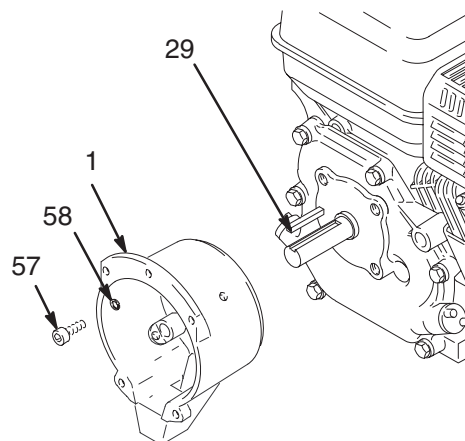

Fig. 22
1. Fig. 22. Retirer les quatre vis à tête (57) et leurs rondelles (58) qui maintiennent le carter d'embrayage (1) sur le moteur.
2. Enlever la clavette (29) du moteur.
3. Dégager le carter d'embrayage (1) en le tirant.